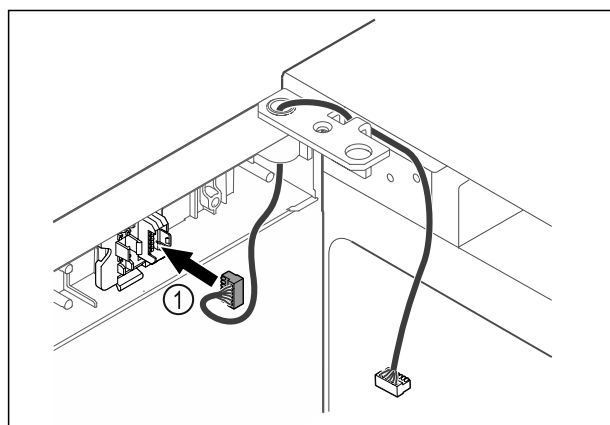

Fig. 44
- ▶ Introduceți fișa Fig. 44 (1) în suportul fișei.